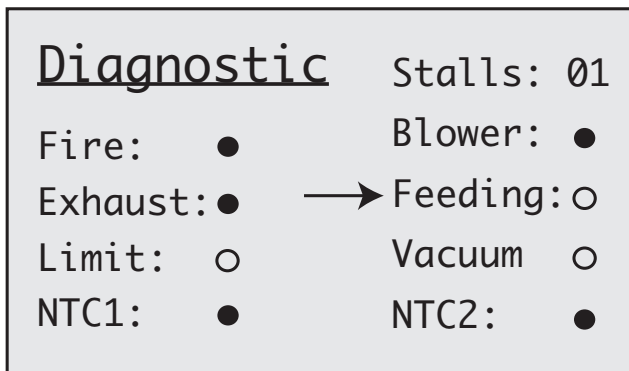

Figure 29
2. À l'aide de la touche de DÉFILEMENT BAS, aller à l'option 6 : « Diagnostics ». Appuyer sur ENTRÉE. Le menu « Diagnostics » s'affiche à l'écran. **VOIR FIGURE 29.**